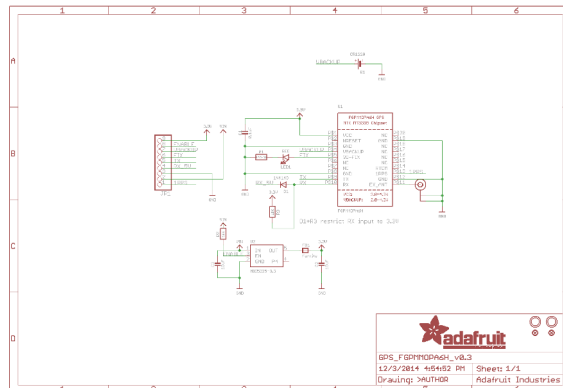
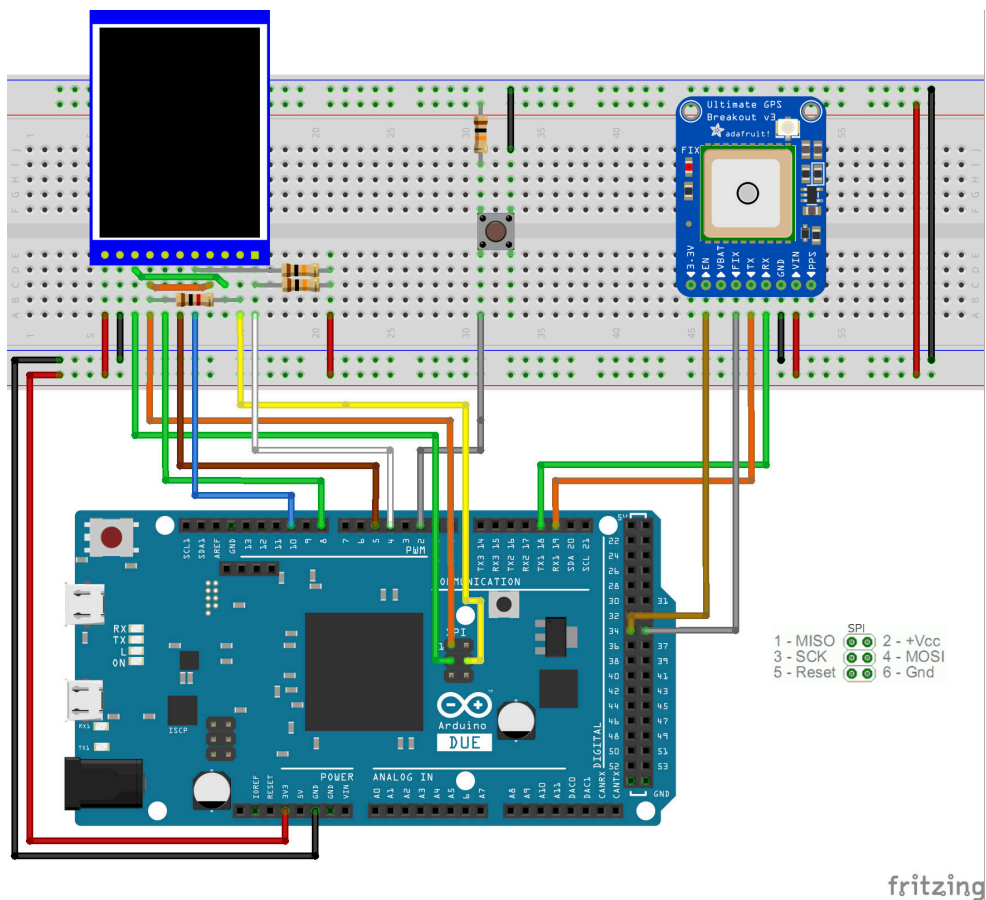

Abbildung 1: Anschlussbelegung des PA6H/MTK3339 Breakout-Boards.
Abbildung 2: Vorschlag für die Verdrahtung des Versuchsaufbaus.
In **Abbildung 1** sind die Anschlusspins der Platine des GPS Moduls dargestellt. Für die Verwendung des Moduls wird nur ein Teil davon benötigt. Führen Sie die notwendige Verdrahtung auf dem Steckbrett in Anlehnung an **Abb. 2** durch.
Für die Lösung der Aufgabe wird empfohlen, den Versuchsaufbau gemäß Abbildung 2 zu verdrahten. Schließen Sie das TFT-Display, den Taster nach bekanntem Schema und das GPS Modul an das Arduino Board an. Beachten Sie bei der Verdrahtung des GPS Moduls folgende Hinweise:
- die Verwendung des FIX-Pins ist ebenfalls optional. Hier liegt das Signal an, welches die auf dem Breakout-Baord befindliche Fix-LED treibt (siehe Abb. 1).